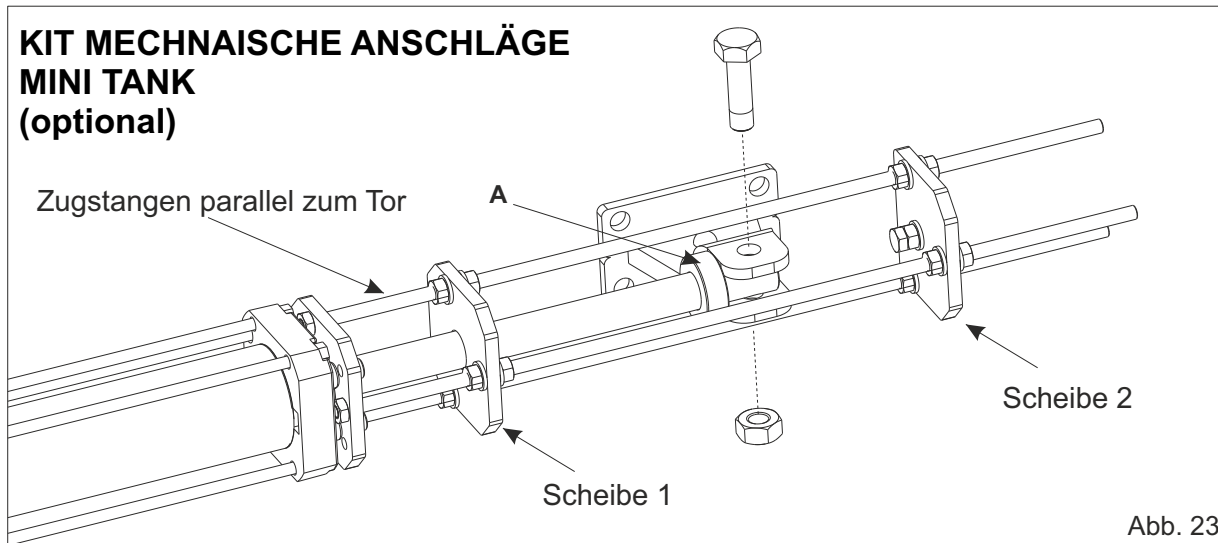

Abb. 23
- Den Endschalteranschlag mit zwei der drei Zugstangen, die sich auf dem Vorderflansch befinden und parallel zum Tor stehen anbringen (Abb. 23).
- Die mitgelieferte Buchse (A) in den Kolben einführen.